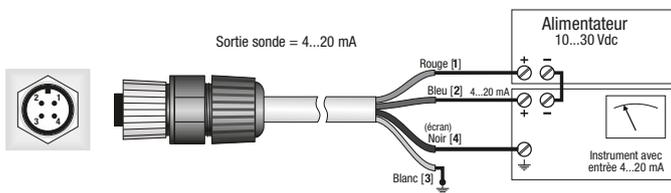

Fig. 7
- LP PYRHE 16 AC doit être connecté à une alimentation et à un multimètre, comme indiqué ci-dessous (figure 7), la résistance de charge pour la lecture du signal doit être $\leq 500 \Omega$: